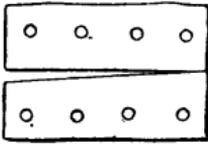

Fig. 326.
**LAMES DE CISAILLE.** — Les lames de cisaille (fig. 326) doivent être autant que possible en acier fondu, et être ajustées dans tous les sens, elles n'ont pas besoin d'avoir d'inclinaison sur leur épaisseur pour la coupe et peuvent souvent être faites de telle sorte que l'on puisse, lorsqu'un côté ne coupe plus, la retourner pour se servir de l'autre en largeur.